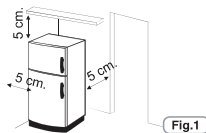

Fig.1
- Attendre au moins 3 heures après la mise en place définitive de l'appareil avant de le mettre en fonction. 1 S'assurer qu'il y ait suffisamment de place autour du réfrigérateur pour la ventilation. L'illustration (fig. 1) montre l'espace minimum nécessaire pour l'installation du réfrigérateur.
L'utilisation du réfrigérateur dans un espace plus petit que celui indiqué dans l'illustration en bas (fig. 1) pourrait provoquer un mauvais fonctionnement, des bruits forts et des pannes.